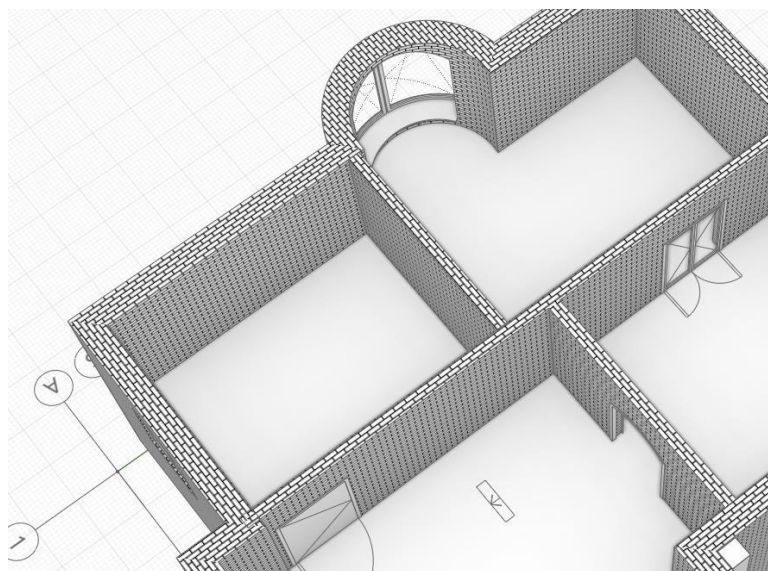

Рис. 4 Перенос стены
10. Передвинуть стену (рис. 4)